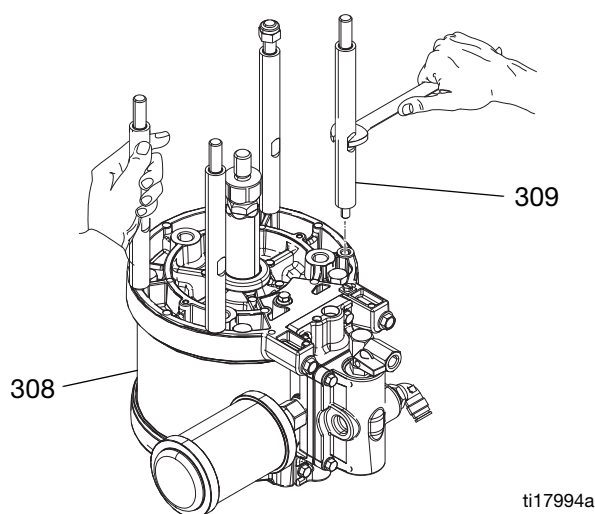

FIG. 3
- Instale os tirantes (309) na parte inferior do motor pneumático (308). Consulte a FIG. 3.